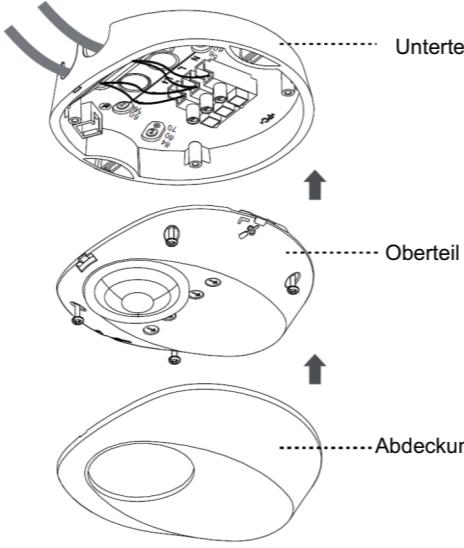

Bild 12
3.4.1.6 Achten Sie bitte auf die Verdrahtung. Siehe Bild 4 bis Bild 6 und beachten Sie beim Zusammenbau des Melders Bild 12.
3.4.2.4 Achten Sie bitte auf die Verdrahtung. Siehe Bild 4 bis Bild 6 und beachten Sie beim Zusammenbau des Melders Bild 12.